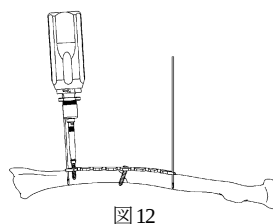

図 12
- 14) ヘクスローブ 15 パワーピンドライバー S の後端にトルクリミッター付きハンドル S15 を接続します。プレートを骨面に押さえつけながら、ドライバーの軸芯を傾けないよう、選択した長さのロッキングスクリーを挿入します。(図 12)